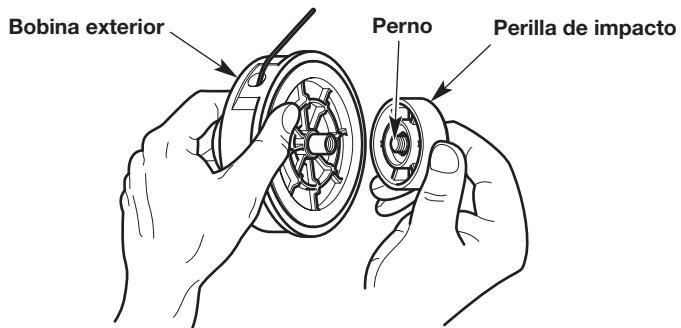

Fig. 16
- Sostenga la bobina exterior con una mano y desenrosque la perilla de impacto en sentido contrario a las agujas del reloj (Fig. 16).